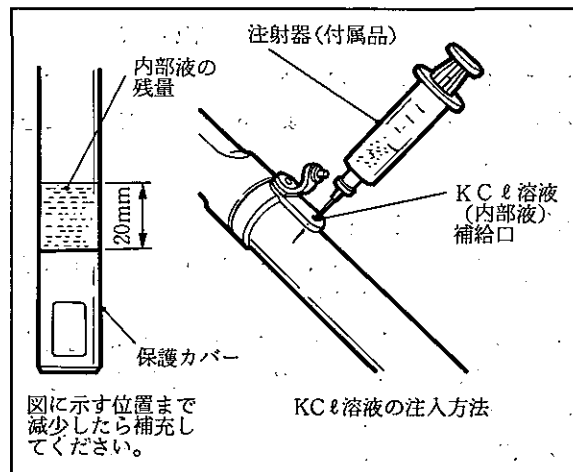

図11.4 電極内部液の補充要領
- (1) 長期間保管しておいた場合には、標準液を測定してみるなど、正しく校正されていることを確かめてください。
- (2) 乾電池寿命予告表示“BAT”が表示されないことを確かめてください。
- (3) KCl 補給形複合電極をご使用になる場合は、内部液の量を確かめてください（22 ページ，図 11.4 参照）。
- (4) 温度は 99.9℃まで表示されますが、80℃を越える溶液の測定には使用しないでください。
電極内部液は、測定時に液絡部から少しずつ流出します。したがって、使用するにつれ電極内の内部液は減少していきますので、図 11.4 に示す位置まで減ってきましたら付属の 3.3 mol/l: KCℓ (塩化カリウム) 溶液を補充してください。